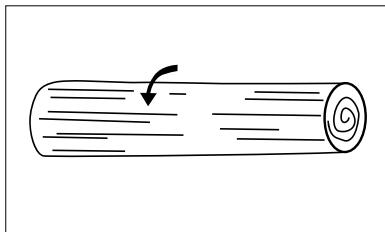

Рис. 20
1. В случая когато дънерът се намира върху опори по цялата си дължина, водете верижния трион отгоре надолу и едновременно с това внимавайте, веригата да не проникне в земята (рис. 20).